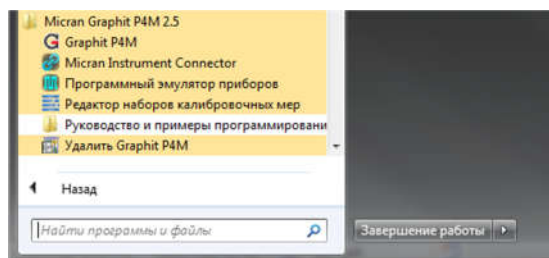

Рисунок 2.9 – Запуск ПО «Graphit P4M» через меню «Пуск»
2.3.2.1.1 Для запуска ПО «Graphit R4M» выбрать меню «Пуск» на панели задач операционной системы и затем последовательно выбрать (рисунок 2.9):